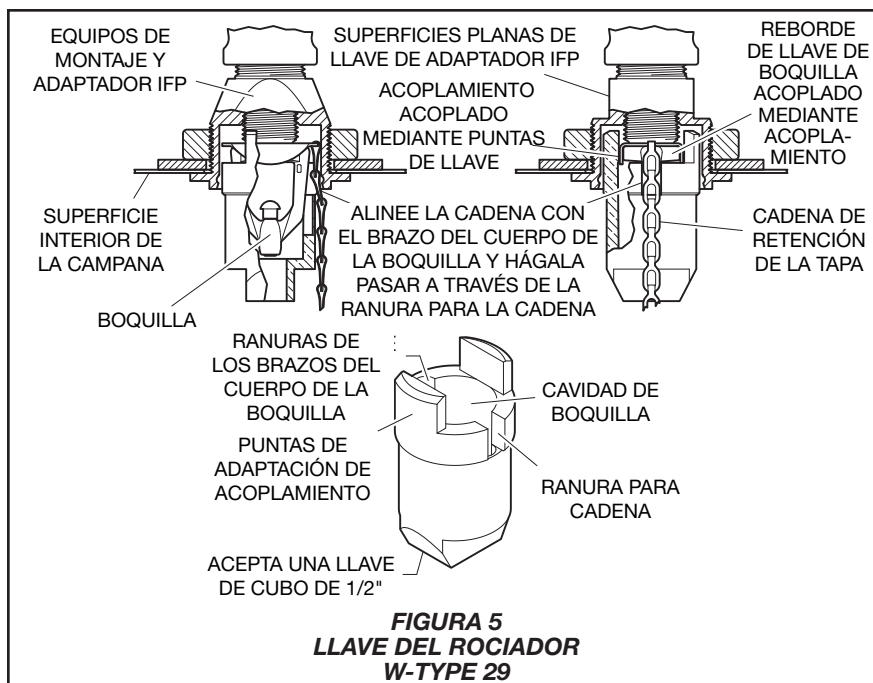

FIGURA 5
Paso 4. Apriete la boquilla en el adaptador utilizando solo una llave W-Type 29 (figura 5). Guíe las ranuras del brazo de llave sobre los brazos del marco de boquilla, guíe la cadena de retención de tapa a través de la ranura de cadena de llave y acople las bridas de acoplamiento mediante las puntas de llave.